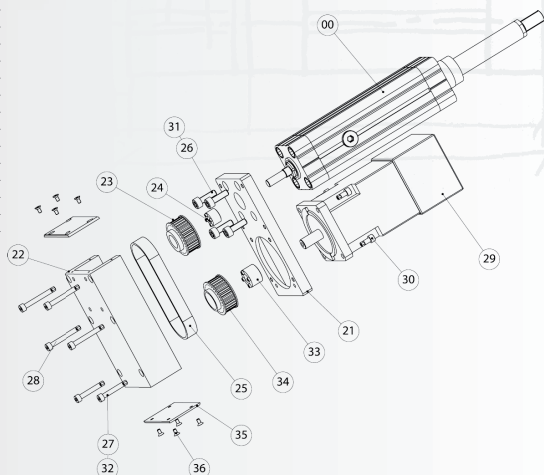

Fig. 3
4.4.0 MONTAGGIO DEL MOTORE NELLA VERSIONE "R" RINVIATA (Fig. 3)
4.4.0 MOUNTING MOTORS IN BELT GEAR VERSION "R" (Fig. 3)